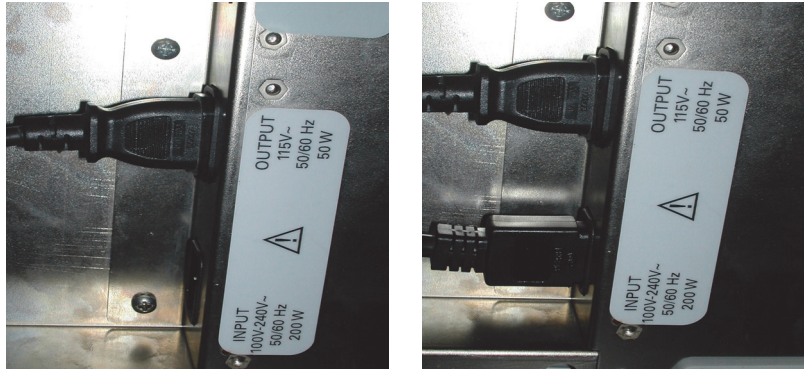

Figura 9-1 SALIDA de alimentación accesoria (Izquierda) y ENTRADA del cable de alimentación (Derecha)
1. Si su instrumento Matrix se conecta a un transformador de aislamiento (consulte Seguridad de la impresora en la página 9-2), enchufe el cable de alimentación de la impresora que se proporciona con la impresora en el receptáculo de SALIDA del cable de alimentación accesoria de la unidad (Figura 9-1, izquierda). Si su instrumento Matrix no está conectado a un transformador de aislamiento, debe enchufar el cable de alimentación de la impresora a una salida de alimentación diferente a la del instrumento Matrix. Nota: Es posible que necesite un cable de alimentación diferente que tenga un enchufe más pequeño para conectar su impresora a la salida de alimentación del instrumento Matrix.
2. Conecte el cable de alimentación aprobado para hospitales que se proporciona con el instrumento en el receptáculo de ENTRADA del cable de alimentación correspondiente (Figura 9-1, derecha).